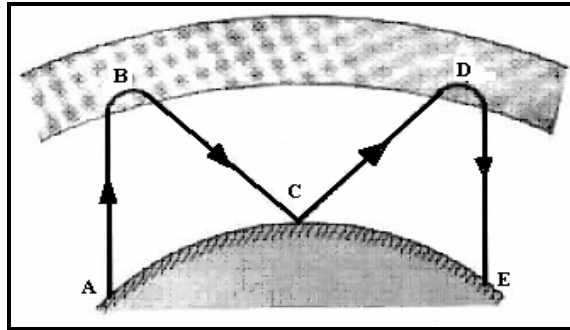

FIGURA 1.5.20 Reflexiones sucesivas de una onda ionosférica.
- **Cuando una onda que se refleja en la ionosfera tiene un ángulo de incidencia (θ_i) suficiente para volver a reflejarse en la superficie de la tierra, regresa a la ionosfera para llegar después a su destino.** El problema de reflexiones sucesivas es la pérdida de potencia de la señal dada la absorción de la ionosfera y de la superficie de la tierra, por lo que entre menos reflexiones haya, habrá menos pérdidas en la potencia de la señal (figura 1.5.20).